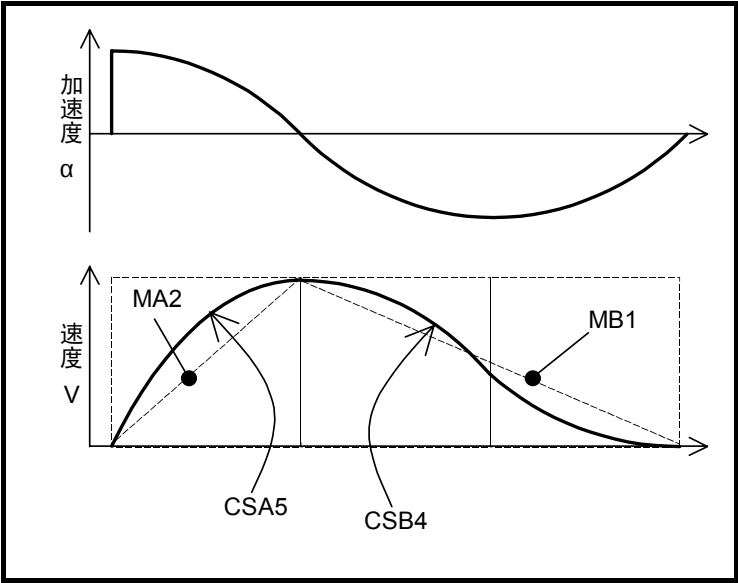

图 8-14：凸轮曲线驱动与加减速速度设定示例
- 关于定位命令中的加速・减速，如「图 8-14：凸轮曲线驱动与加减速速度设定示例」进行设定。